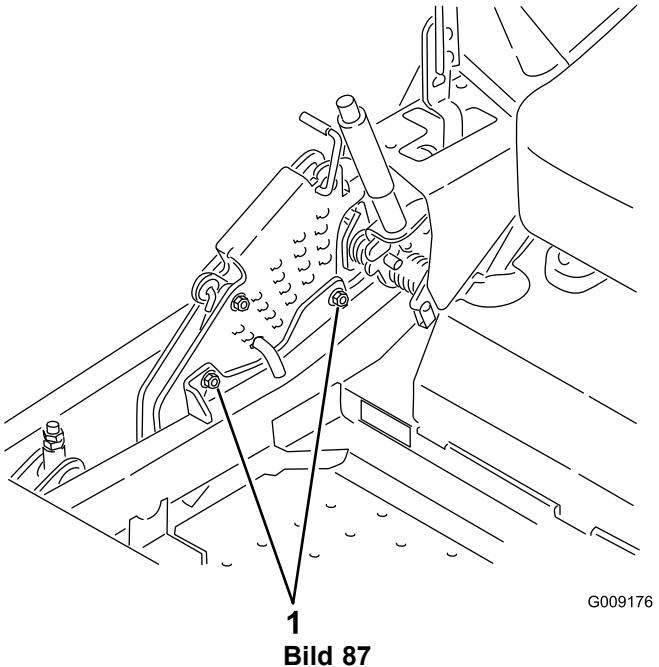

Bild 87
- Ziehen Sie die Schrauben unten an der Schnithöhenplatte an (Bild 87). Ziehen Sie sie auf 37 bis 45 Nm an.